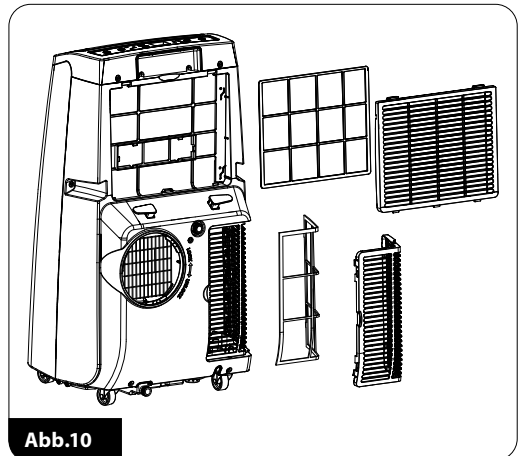

Abb.10
- Entfernen Sie die oberen (13) und unteren (8) Lufteinlassgitter aus dem hinteren Gehäuse der Klimaanlage und entfernen Sie die Filter von den Innenseiten der Gitter (Abb.10), indem Sie die Verriegelungen vorsichtig anheben (mit Vorsicht vorgehen, um die Filter oder Gitter nicht zu beschädigen).
3. Verwenden Sie die Griffe (5), um das Gerät zu bewegen.